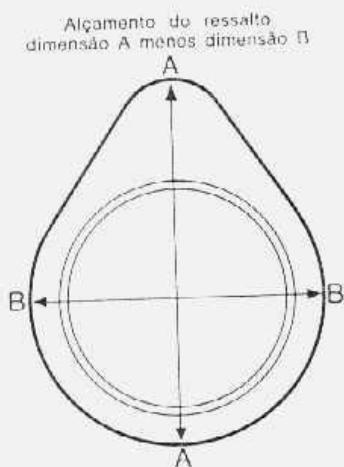

fig. 4 — medição do ressalto da árvore comando de válvulas
2. Medir o diâmetro maior e menor de cada ressalto, com auxílio de um paquímetro ou micrômetro e anotar as medidas (fig. 4). A diferença das medidas do diâmetro maior e menor de cada ressalto representa o alçamento de ressalto.